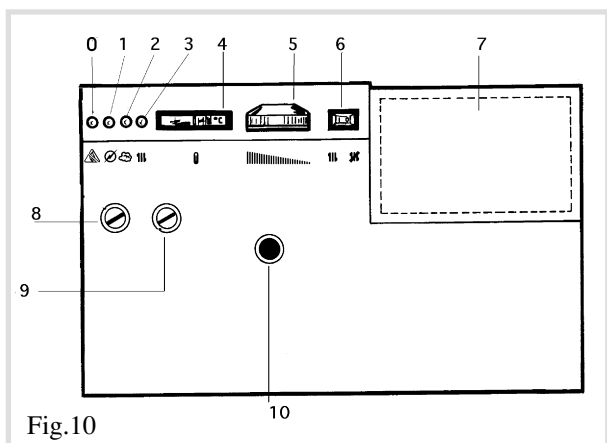

Fig.10
3.1. Tableau de commande et de contrôle (fig.10)